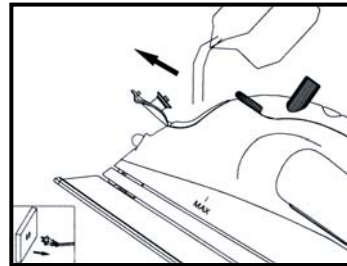

Fig. 1
1. Abra la tapa de la toma de agua. Sostenga la plancha inclinada en un ángulo leve y vierta el agua lentamente en la toma. (Fig. 1). Llene la plancha hasta el nivel deseado o use la jarra provista llenándola hasta la marca "MAX". (Cuando la plancha esté vertical, el tanque transparente permite ver la cantidad de agua que contiene). No sobrellene la plancha. Al terminar de llenarla, cierre la tapa.